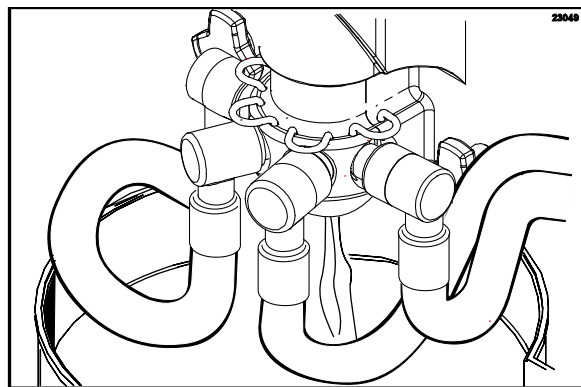

Figure 98
6. Évacuer le produit du cylindre de réfrigération et du réservoir de mélange (Cf. Figure 98).